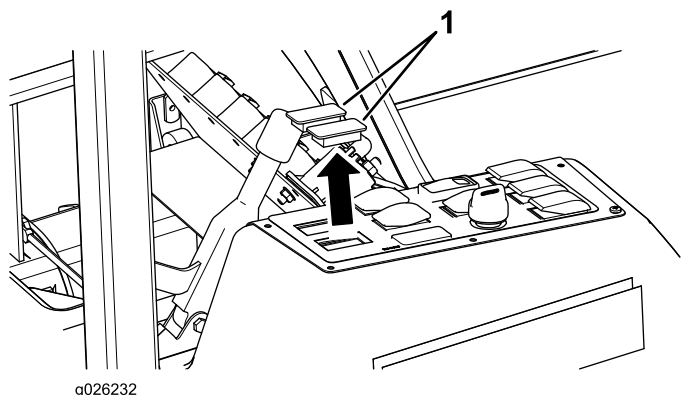

Figure 5
- Retirez les 2 caches amovibles du panneau de commande (Figure 5).